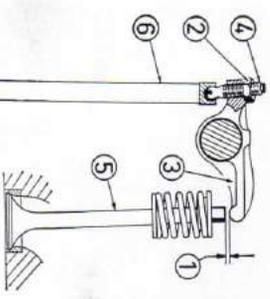

Fig. 27
Le jeu aux soupapes est l'intervalle (1) de la figure 27 inadaptable entre le culbuteur et la tige de soupape (passille 3) et tige de soupape 5 de la fig. 27. S'il est bien coté le moteur tourne rond et développe toute sa puissance. L'opération de calage peut être effectuée — selon les indications ci-dessous — par tout bon opérateur; en cas d'hésitation, s'adresser au concessionnaire le plus proche.